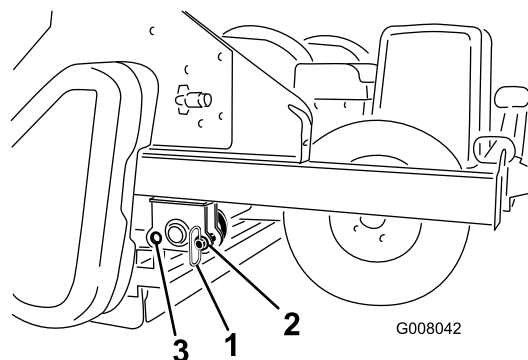

Figure 16
1. Sortez les goupilles de remisage des trous arrière (Figure 16).
3. Insérez les goupilles de remisage dans trous avant (Figure 16).